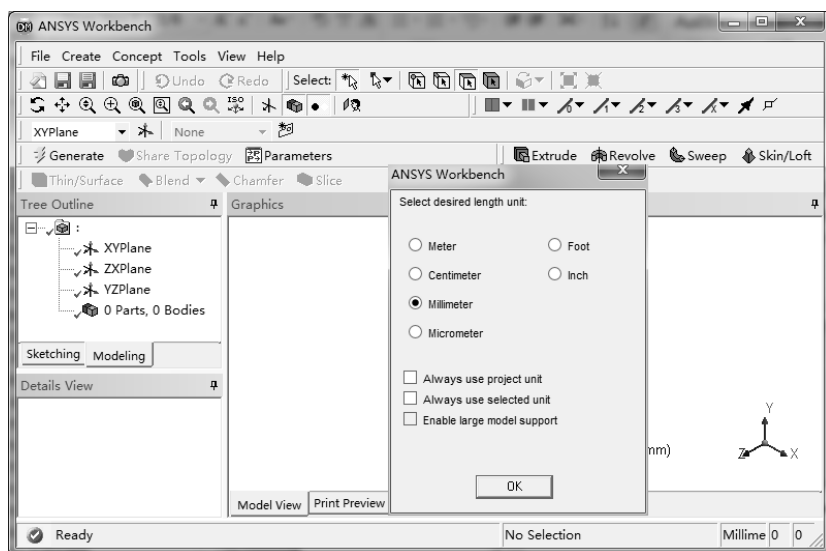

图 5-92 【ANSYS Workbench】对话框
1) 双击项目 A 中的 A2 栏的【Geometry】项, 此时会进入 DesignModeler 界面, 并弹出【ANSYS Workbench】对话框, 选择【Millimeter】单选按钮设置 mm 单位, 如图 5-92 所示。